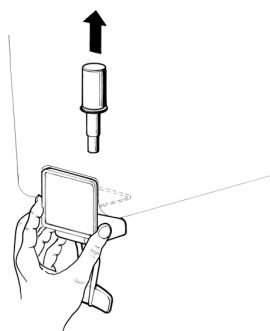

figura 5
**6 Grifo en acero inox por gravedad:** Sacar el pisón y desmontar la palanca mando grifo (ver figura 5).